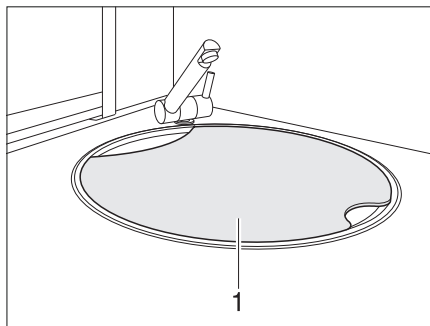

Bild 13 Spülenabdeckung
- Bei einem Unfall oder bei einer Notbremsung kann die Spülenabdeckung (Bild 13,1) die Insassen des Fahrzeugs verletzen. Vor der Fahrt die Spülenabdeckung von der Spüle nehmen und sicher im Küchenblock oder im Kleiderschrank verstauen.